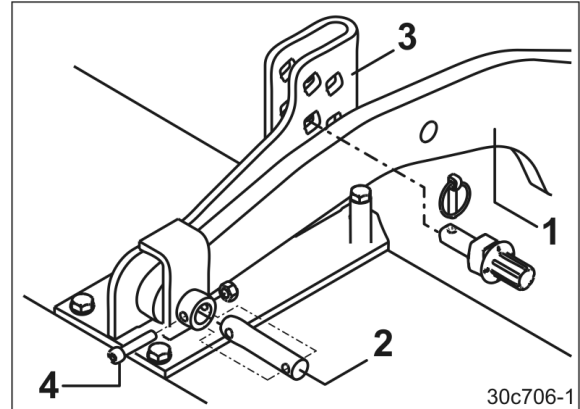

図 30
ローラーは2本の連結フレーム（図 30/1）でパワーハローに取り付けます。
3. ローラーの連結フレーム（図 30/1）をカルチベータのサポート（図 30/3）にピン（図 30/2）で止め、ネジとナット（図 30/4）で固定します。
2. ネジとナット（図 30/4）を緩め、連結フレームのピン（図 30/2）を抜きます。